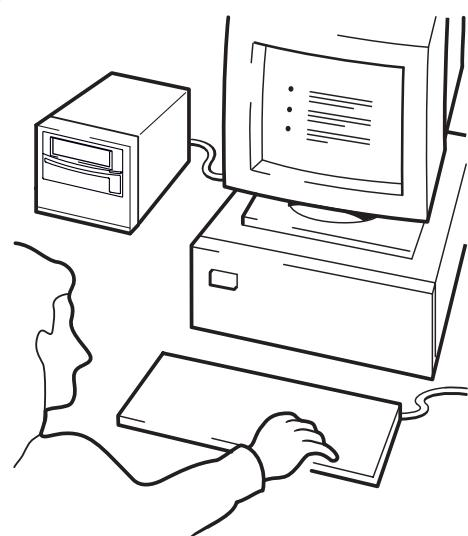

図 10d: HP OBDR の使用方法 : ステップ 4
- 4 画面の指示に従ってオペレーティング・システムを設定します（図 10d を参照）。これらはバックアップ・ソフトウェアによって変化します。通常は、すべてのメッセージに対し、[Enter] を押してデフォルトの応答を受け入れることができます。